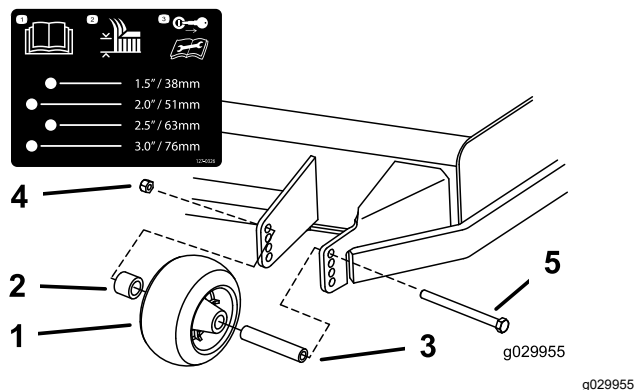
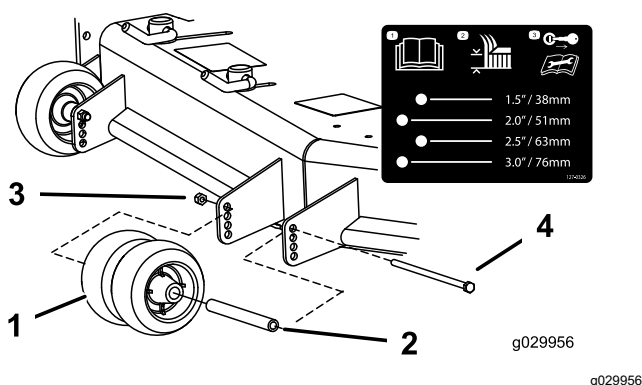
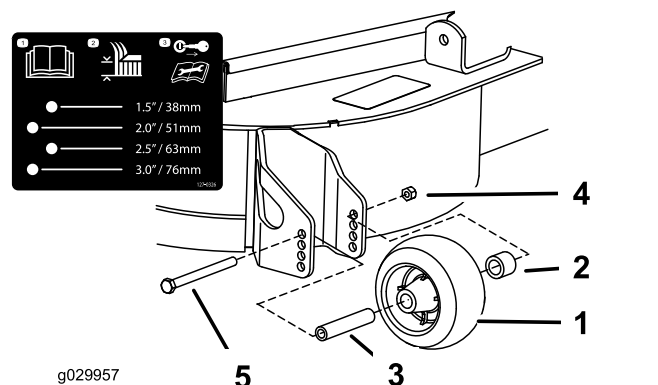

Bild 31
Bild 32
Bild 33
3. Stellen Sie die Antiskalpierrollen ein, wie in Bild 31, Bild 32 und Bild 33 abgebildet.